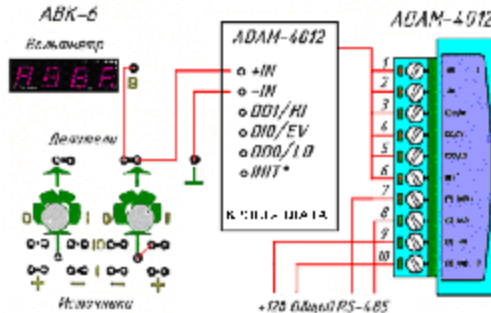

Рисунок 1.8 – Вимір напруги. Схема з'єднань
- 1.24.3 Використовуючи сполучні проводи, зберіть схему (див. рис.1.8).
- 1.26.1 Вимкніть живлення модуля ADAM-4012 і АВК-6 і відновіть вимірювальний ланцюг, зображений на рис. 1.8.